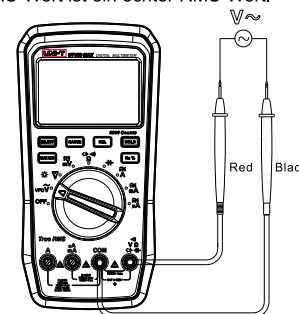

Abbildung 3
1. Messung der Wechselspannung (Abbildung 3)